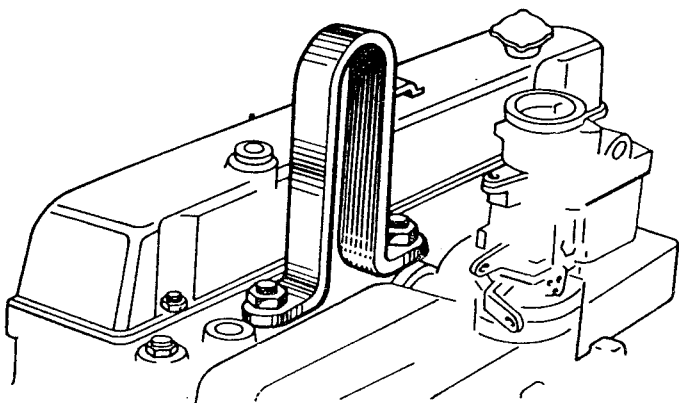

Bild 41. Ausbau des Motors
12. Motor anheben und vom Kraftwagen abnehmen (Bild 41), wobei das Wechselgetriebe und das Verteilergetriebe am Kraftwagenrahmen bleiben.